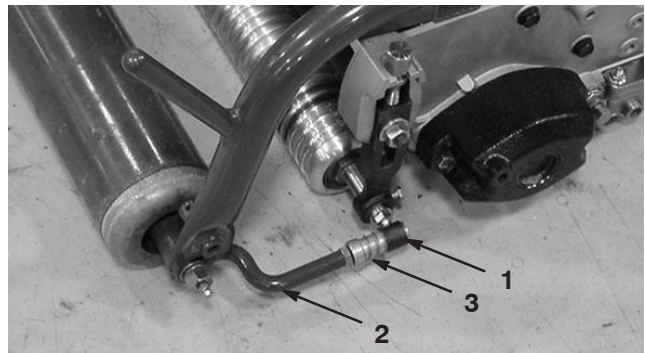

Bild 12
6. Richten Sie die Innensechskante der Kugelgelenke so aus, dass die offene Seite des Sechskants in Richtung Kugelbolzen zentriert ist. Ziehen Sie die Klemmmuttern fest, um die Innensechskante zu arretieren (Bild 12).